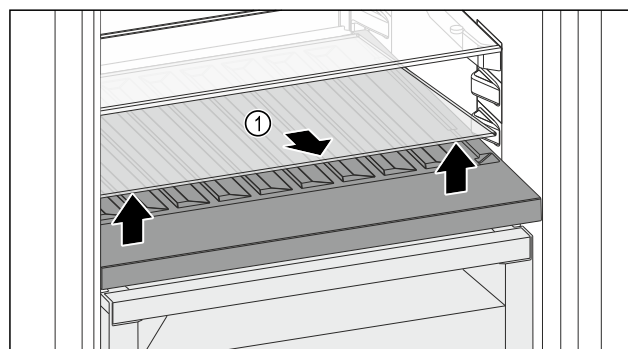

Fig. 113
- ▶ Glasplatte Fig. 113 (1) an der Aussparung vorne anheben und herausnehmen.
- ▶ Glasplatte Fig. 113 (1) außerhalb des Geräts sicher aufbewahren.
- ▶ Glasplatte (2) unter der variablen Flaschenablage einlegen.